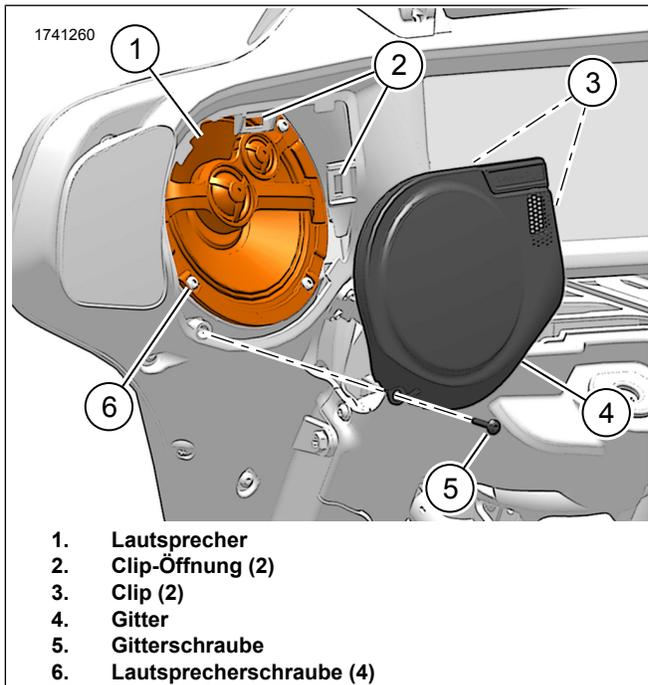
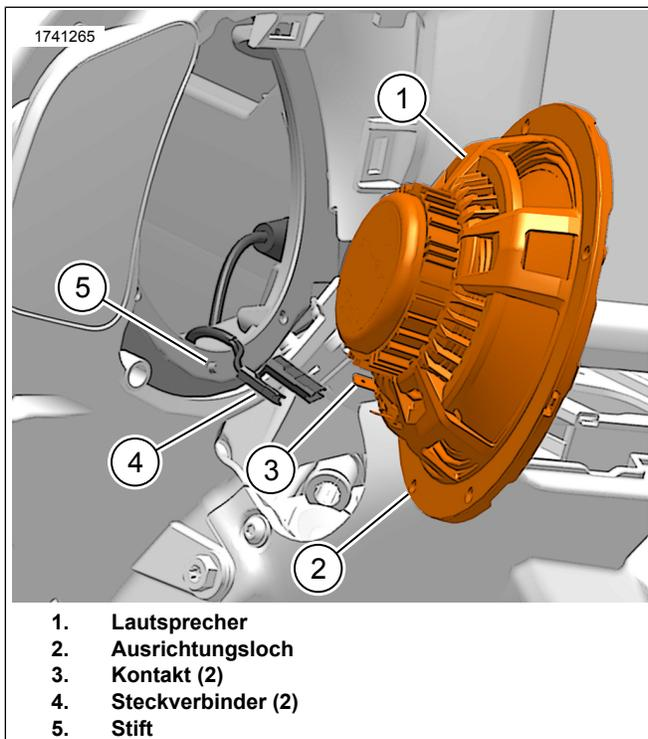

Abbildung 3. Lautsprecher und Gitter (Stage II abgebildet, Originalausstattung ähnlich)
Abbildung 4. Anschluss Verkleidungslautsprecher
1. Abbildung 3 Das Originalausstattung (Original) -Lautsprechergitter entfernen.
- a. Die Schraube (5) und das Gitter (4) entfernen.
- b. Die Clips (3) mit einem keine Schäden verursachenden Werkzeug aus den Clip-Öffnungen (2) heraushebeln.
2. Die Lautsprecherschrauben (6) entfernen.
3. Abbildung 4 Den Original -Lautsprecher entfernen.
- a. Den Lautsprecher (1) weit genug von der Verkleidung entfernen, um Zugang zu den Steckverbindern (4) zu erhalten.
- b. Die Steckverbinder (4) von den Lautsprecherkontakten (3) trennen.
2. Abbildung 4 Den Stage I oder II Lautsprecher einbauen.
a. Die Steckverbinder (4) an den Lautsprecherkontakten (3) anschließen.
b. Den Lautsprecher (1) in das Gehäuse einbauen.
3. Abbildung 3 Die Lautspecherschrauben einbauen.
a. Die Schrauben (6) abwechselnd befestigen.
b. Abbildung 3 Das Gitter anbringen und dabei die Gitterclips (3) in den Clipöffnungen (2) ausrichten.
c. Die Schraube (5) anbringen. Festziehen.